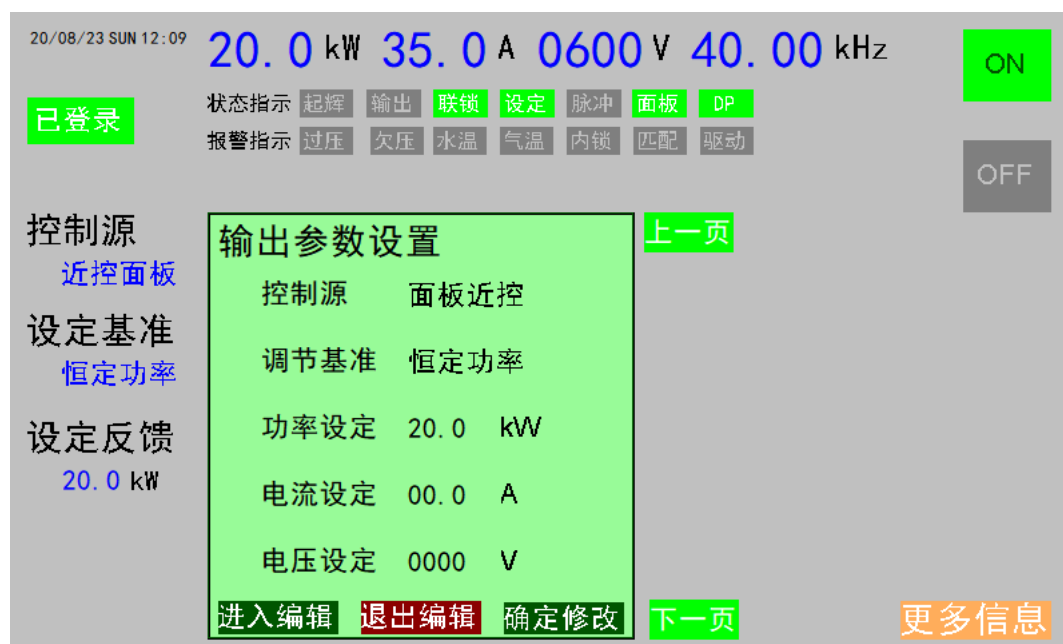

图 6-1
电源上电后，显示屏会进入到主界面，如图 6-1。
7. 图 6-1 屏幕中心位置显示“输出参数设置”小窗口，小窗口右侧有“上一页”和“下一页”两个按钮，可通过这两个按钮在各个设置和查询界面间切换。